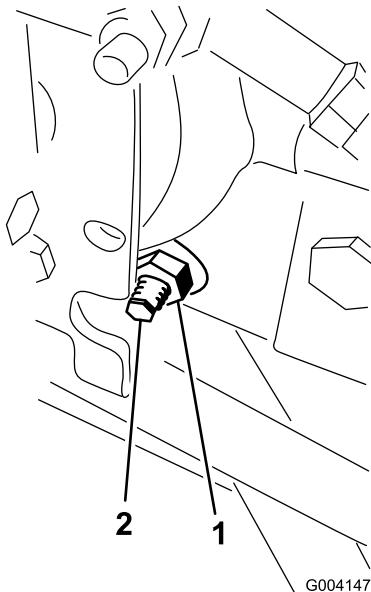

図 47
3. ハイドロスタッフの右側にあるトラクション調整カムのロックナットをゆるめる図47。